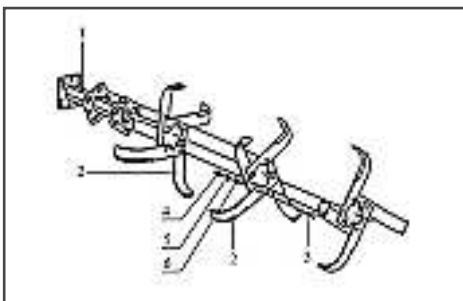

Рис.6 Сборка фрез
1. Установить ножи фрез на кронштейны осей фрез (ножи должны быть установлены лезвием по ходу культивации) Рис. 6.